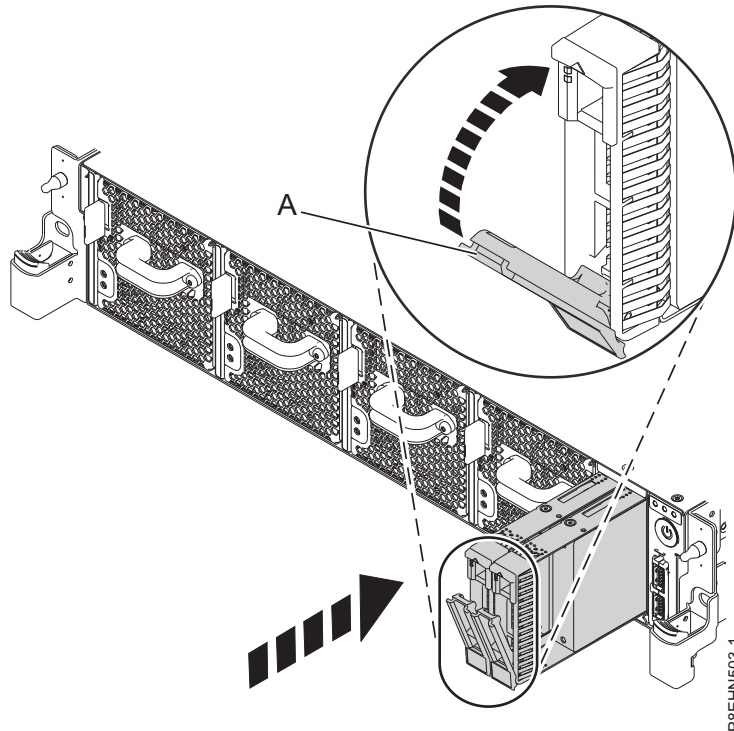

Figura 26. Detalhe da trava da unidade de disco
3. Trave a alça do compartimento da unidade (A) ao empurrar a alça de liberação. Consulte Figura 26 na página 21.
5. Deslize a unidade completamente para dentro do sistema e empurre a alça do compartimento da unidade (A) até que ela trave. Consulte Figura 26.